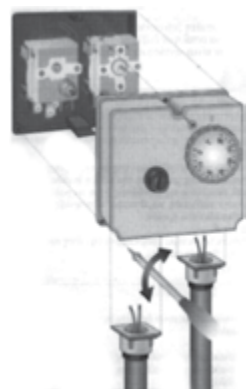

Figura 5.5
B) Desfaceti cele trei suruburi si scoateti partea frontala a termostatalui. Se desfac firele de alimentare si se conecteaza la bornele termostatalui (figura 5.5) urmand instructiunile.